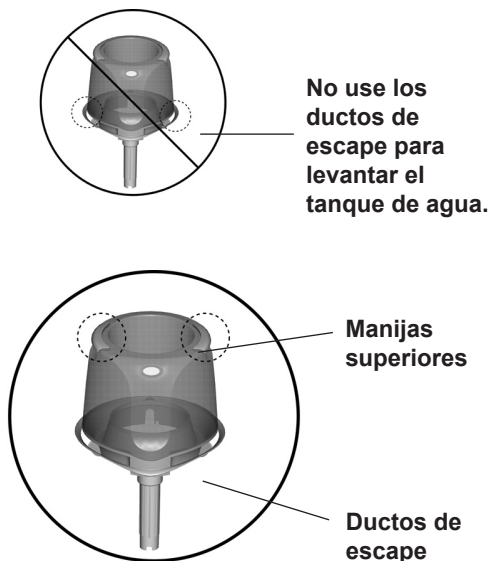

Figura 7
- NOTA:** No use los ductos de escape para levantar el tanque de agua. Vea la figura 7.